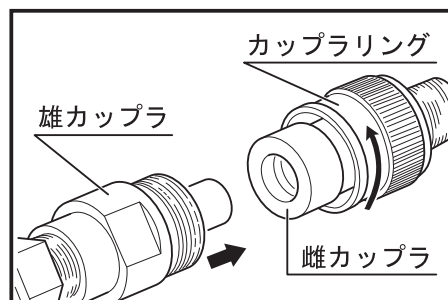

図1
1. 高圧ゴムホース先端の雄カップラをヘッド部の雌カップラに挿入し、カップリングを確実に締付けます。(図1)